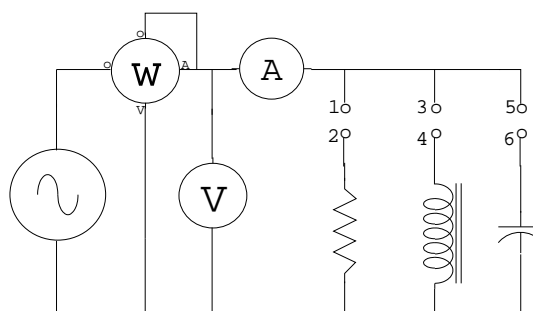

Figura 4 – Circuito a montar
4.1. Monte o circuito da Figura 4, depois, ligar os terminais '1' com '2', alimentar o circuito com tensão de 220 V, ajustar o resistor para obter uma corrente de 1 A e anotar os valores lidos nos instrumentos.
Realize a montagem do circuito da Figura 4 num simulador (bancada virtual) e faça as medições solicitadas no item 4.
- (b) Monte o circuito da figura 4 e determine o que é solicitado no item 4 parte experimental.
- (c) Num simulador de circuitos elétricos, realize o indicado do item 4 parte experimental.